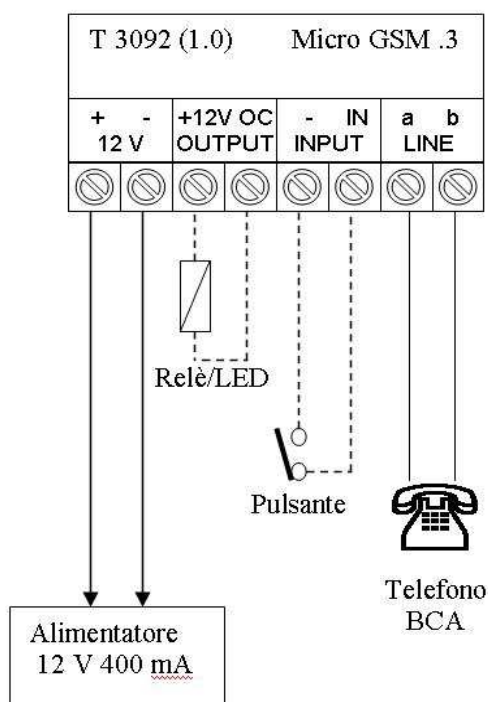
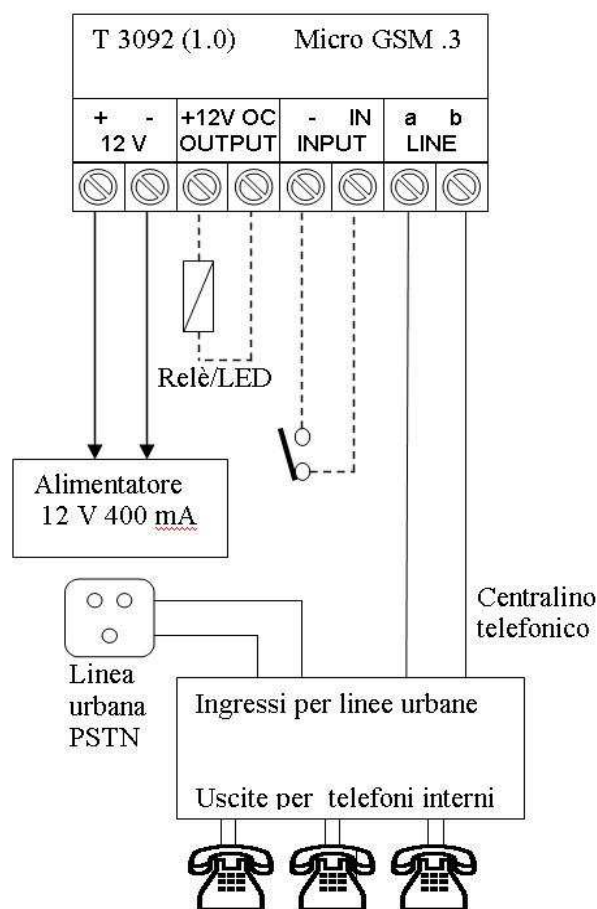

Fig. 3 - Collegamento con telefono BCA
Fig. 4 - Collegamento con centralino telefonico
- Collegare ai morsetti **a** e **b** di **LINE** l'ingresso di linea urbana del centralino (vedi Fig. 4) o il telefono BCA (vedi Fig. 3). Assicurarsi che il centralino o il telefono operino in modalità DTMF.